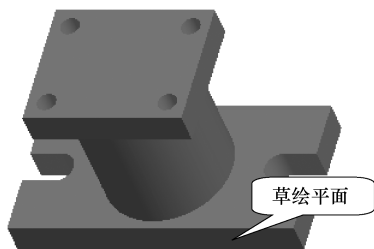

图 4-74 完成上底板
(6) 符合要求以后，单击控制区的【应用】按钮完成上底板，如图 4-74 所示。
(7) 修改特征名称为“上底板”。
(1) 单击【拉伸】按钮，接着在操控板中单击【放置】按钮，弹出【放置】下滑面板。
(2) 单击其中的**定义...**按钮，在弹出的【草绘】对话框中定义草绘视图的放置属性。选取下底板的前表面作为草绘平面，如图 4-74 所示，草绘视图方向使用默认，单击**草绘**按钮